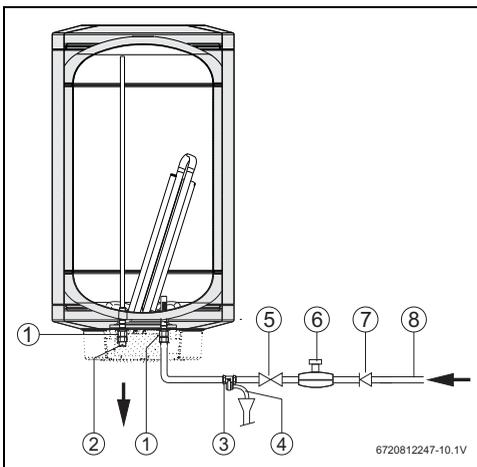

Рис. 10 Подключение воды
- ▶ Для предотвращения неисправностей, вызванных неожиданными колебаниями давления в водопроводной сети, рекомендуется перед баком установить обратный клапан (рис. 10, [7]).
- ▶ Установите предохранительный клапан на подводе холодной воды к баку (рис. 10).
- ▶ Установите редукционный клапан (рис. 10).